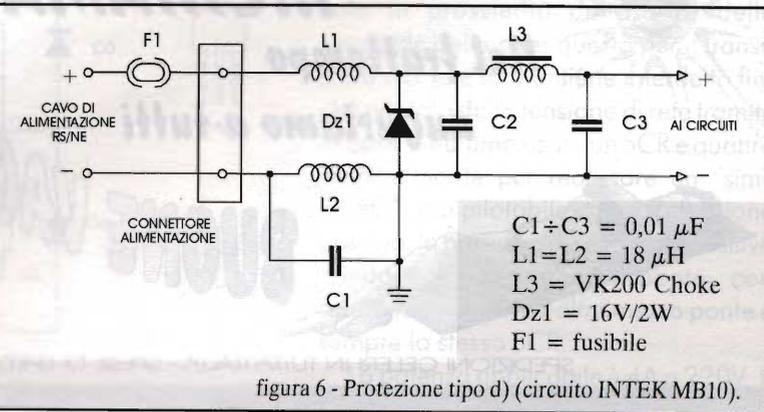

figura 6 - Protezione tipo d) (circuito INTEK MB10).
d) protezione combinata contro l'inversione di polarità e contro le sovratensioni transitorie che si possono verificare ad esempio nei mezzi mobili con tensione nominale di 12V, la si ottiene con un diodo zener in parallelo (figura 6): questa circuitazione è utilizzata ad esempio in un moderno ricetrasmittitore CB 27 MHz come l'INTEK MB10.